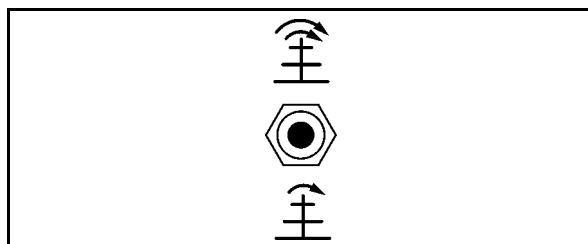

Fig. 33
- knappen (Fig. 33) vid elektrisk fjärrkontroll via manöverpulpeten.
För att ändra växlingsstegen skall knappen (Fig. 33) svängas in i minst 10 sekunder i den erforderliga positionen.